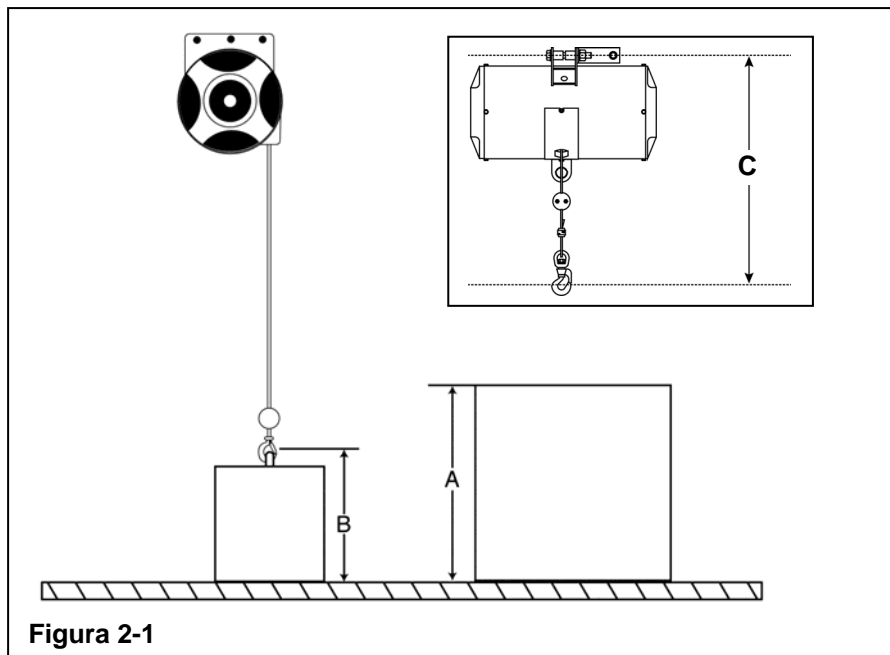

Figura 2-1
- Etapa 1. Meça a partir do ponto de coleta da carga até o maior obstáculo para mover a peça ao ponto de entrega (Consulte Figura 2-1 item A).
- Etapa 2. Meça a parte inferior da peça ou dispositivo fixo, o que for o ponto mais baixo, até o ponto de fixação do gancho. (Consulte Figura 2-1 item B).
- Etapa 4. A altura mínima para instalação do balanceador nos orifícios de montagem do carro do balanceador é a soma de: dimensão "C" (Ver Figura 2-1), altura da obstrução (Ver Figura 2-1 item A) e a altura da peça e do gancho de aço (Ver Figura 2-1 item B).